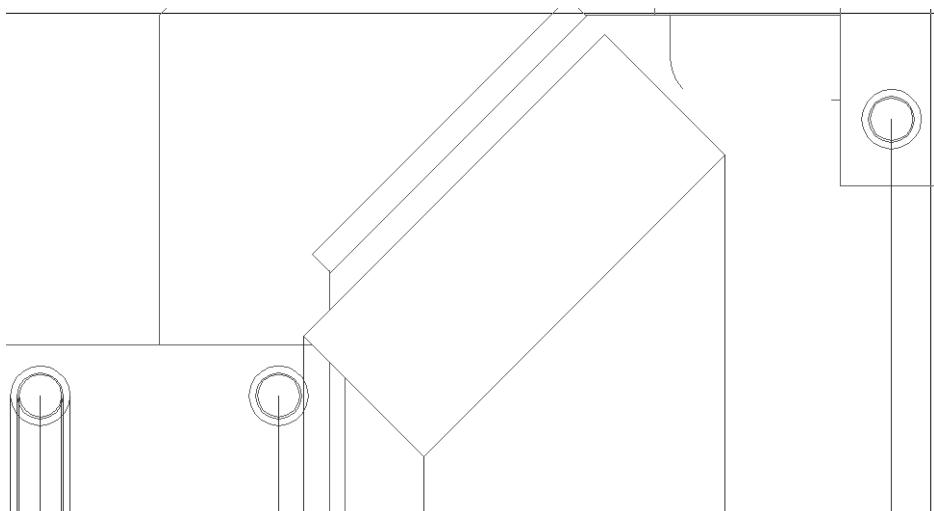

Рис. 8.25 ▼ Вертикальные линии, обозначающие габариты одной из опор, и центры всех трех опор
5. Скопируйте с помощью маркеров выделения одну из вертикальных линий, созданных в пп. 2–3, в точки, обозначающие габариты всех трех окружностей левой опоры малой тумбы (всего шесть линий), а также в центральные точки каждой из опор, видимых в рабочей области (рис. 8.25).